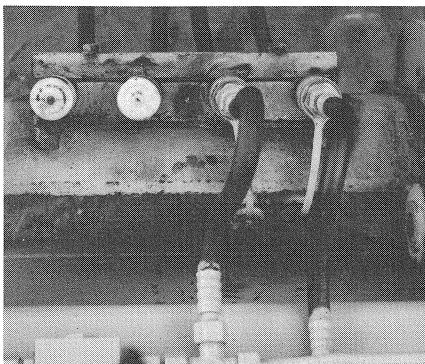

Bild 25
(5) Schläuche von der Schaufel mit den Schnellkupplungen im Schaufelarm verbinden (Bild 25). Auf Farbmärkierung achten.
(5) Connect the hoses of the bucket with the rapid action couplings in the shovel arm (Fig. 25). Pay attention to colour marking.
(5) Raccorder les tuyaux souples du godet aux accouplements rapides du bras (fig. 25). Faire attention aux marquages colorés,